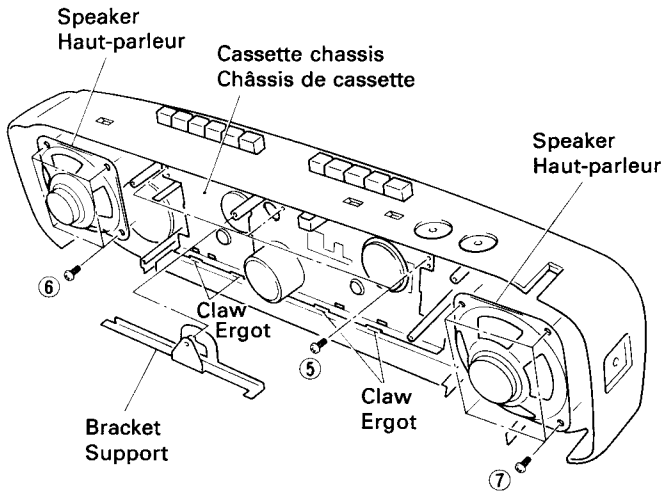

Fig. 4
6. Cassette chassis (Fig. 4)
7. Speakers (Fig. 4)
6. Châssis de cassette (Fig. 4)
7. Haut-parleurs (Fig. 4)